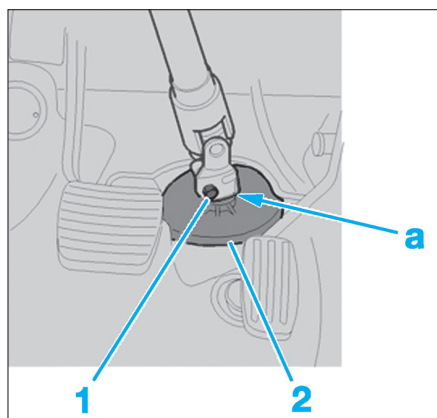

Fig. 19
- Déposer la vis (1) (Fig.19).
- Déposer le joint (2).